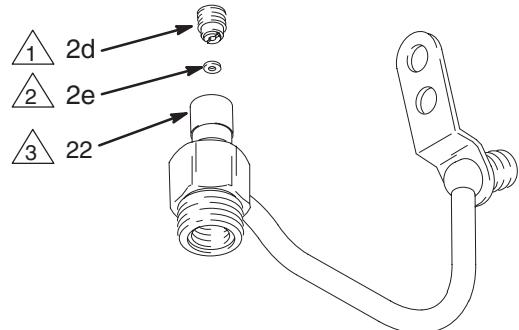

Fig. 13
- Graisser légèrement les cavités intérieures du corps du tuyau de fluide (22). Monter le petit joint (2e) avec les lèvres tournées vers la cavité du corps du tuyau de produit. Monter l'écrou de blocage du joint (2d) et le serrer au couple 3,4–4,5 N.m. Voir Fig. 13.